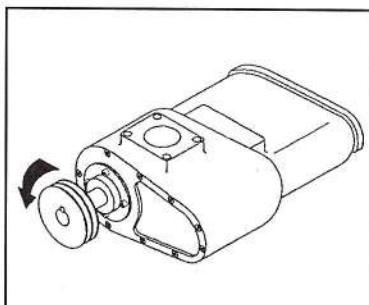

Fig. 8
- 3- Hacer girar **manual y gradualmente** el rotor del compresor, en la dirección de rotación, hasta que la sensible resistencia al giro desaparezca y el aceite pase a través de la zona a lubricar (fig. 8).